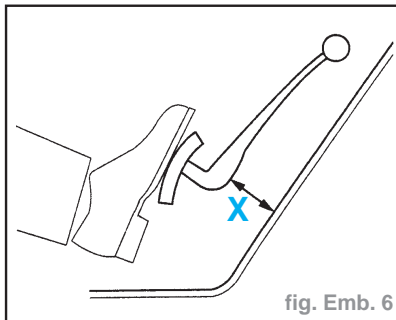

fig. Emb. 6
- Refermer la vis de purge (5).
- Vérifier qu'un début de friction du mécanisme d'embrayage apparaît à une cote X supérieure ou égale à 35 mm (la cote X est donnée à titre indicatif) (fig. Emb. 6).